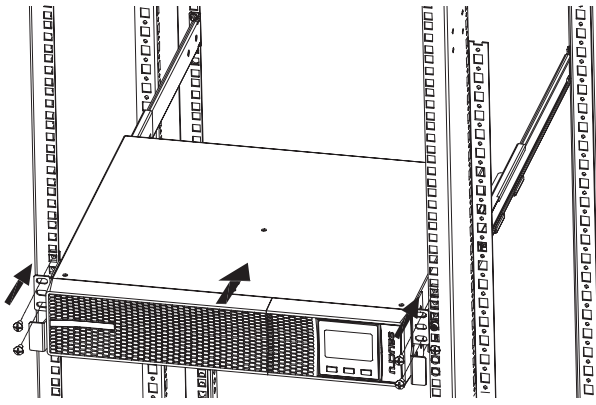

Fig. 8. Montaje tipo rack en armario 19".
- Para instalar un equipo en armario rack de 19", operar del siguiente modo (ver Fig. 8):